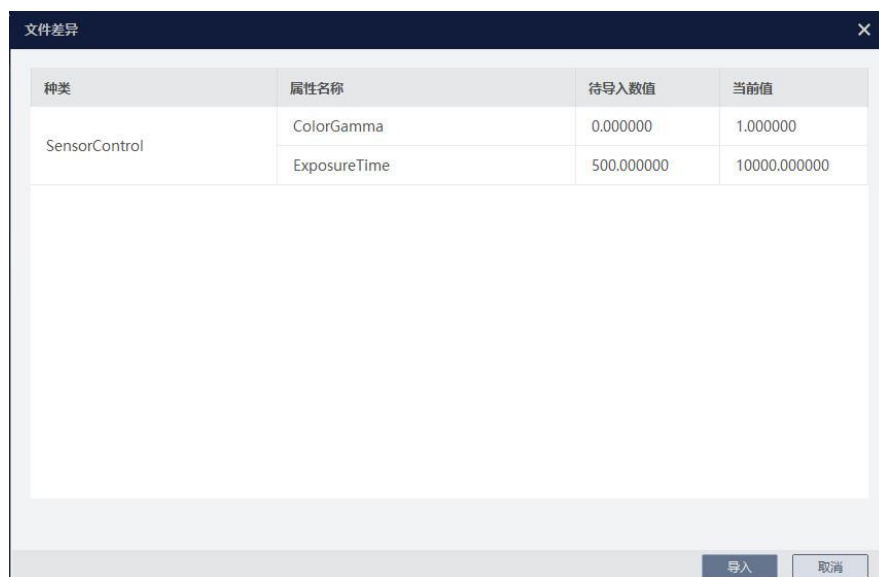

图8-1显示了一个名为“文件差异”的窗口，用于比较当前相机属性与待导入文件中的属性。窗口包含一个表格，列出了属性名称、待导入数值和当前值。表格下方有一个大的空白区域，可能用于显示差异详情。窗口底部有“导入”和“取消”按钮。
3. 若相机当前属性和 mfs 文件中的属性有所差别，单击打开后会显示具体属性差异，如 图 8-1 所示。